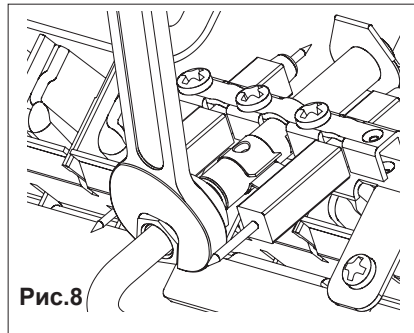

Рис.8
- отсоединить трубку запальной горелки (рис.8);